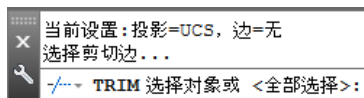

图 6.4.2 命令行提示 (一)
Step3. 选择修剪边。系统命令行提示的信息如图 6.4.2 所示, 在此提示下选取直线 B 为剪切边, 按 Enter 键结束选取。
注意: 图 6.4.2 所示的提示信息的第一行说明当前的修剪模式。命令行 **选择对象或 <全部选择>**: 提示用户选取作为剪切边的对象, 选取后按 Enter 键。